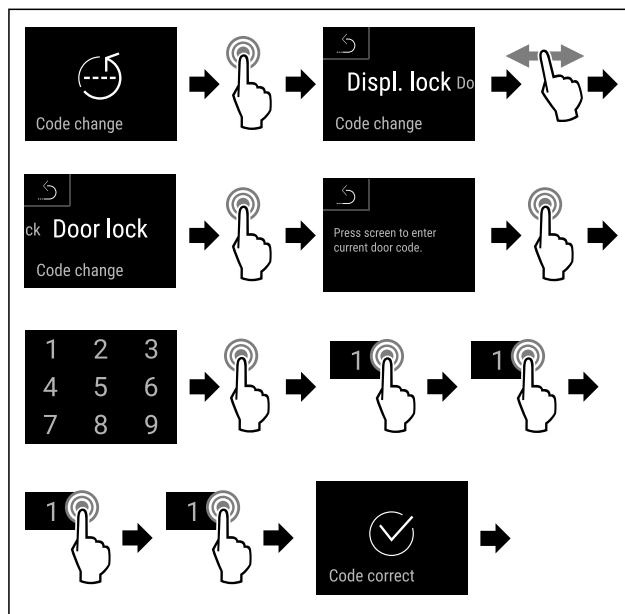

Fig. 81
- ▶ Выполните шаги действия (см. Fig. 81).